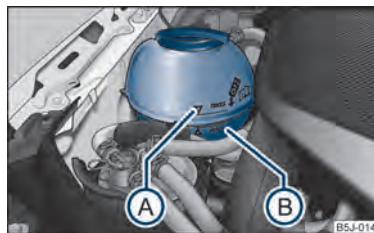

Fig. 130 Compartimentul motor: Vas de expansiune lichid de răcire
- Verificați nivelul lichidului de răcire din vasul de expansiune ⇒ fig. 130. Când motorul este rece, nivelul lichidului de răcire trebuie să se afle între marcasele „MIN” (B) și „MAX” (A). Când motorul este cald, nivelul lichidului de răcire poate fi și puțin peste marcajul „MAX”.
- Așezați o lavetă pe capacul vasului de expansiune ⇒ fig. 130 și desfaceți capacul **cu grijă** spre stânga ⇒ .